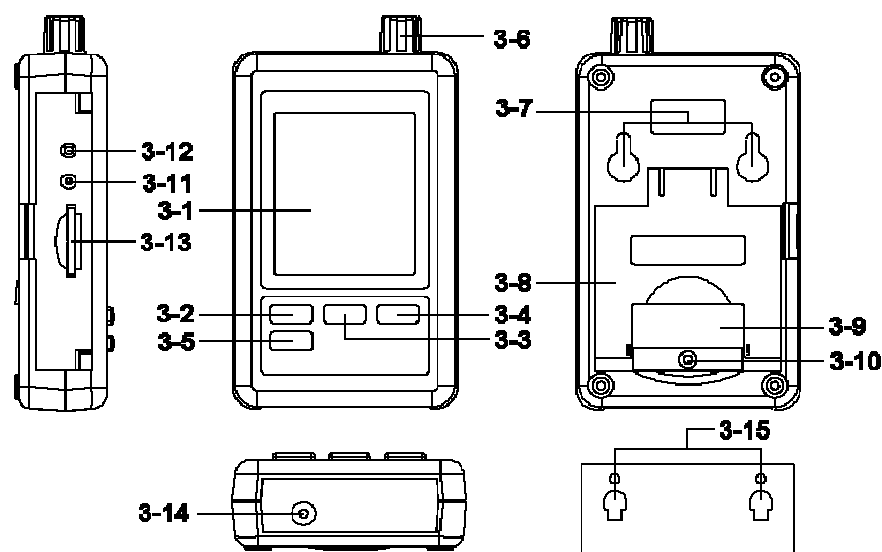

Fig.1
- * Afloje el "Tornillo de la tapa de la batería" (3-10, Fig. 1) y retire la "Tapa de la batería" (3-9, Fig. 1) del medidor.
- 2) La " Pantalla " (3-1, Fig. 1) mostrará tanto el valor de la humedad como el de la temperatura detectados por el sensor de Humedad / Temperatura (3-6, Fig. 1).
Prepare una tarjeta de memoria " SD " (de 1 GB hasta 16 GB, opcional), inserte la tarjeta SD en " la ranura de la tarjeta SD " (3-13, Fig. 1) siguiendo la dirección correcta.
Presione el " botón Logger (3-2, Fig. 1) > 2 segundos continuamente, hasta que la pantalla muestre el indicador "DATALOGGER", suelte el " Botón Logger " (3-2, Fig.1), los datos de medición con la información temporal se guardarán en el circuito de memoria.
Durante la ejecución de la función de Datalogger (la pantalla muestra el indicador " Datalogger "), presione el " Botón Logger " (3-2, Fig. 1) continuamente durante dos segundos, hasta que el indicador de la pantalla " DATALOGGER " desaparezca, suelte el " Botón Logger " y la función de Datalogger terminará.
Presione el " Botón Time " (3-3, Fig. 1) > 2 segundos continuamente, la pantalla LCD mostrará la información del Año/Mes/Fecha, Hora/Minuto/Seg y el valor de muestra.
- 1) Después de ejecutar la función Data Logger, retire la tarjeta SD de la " ranura de la tarjeta SD " (3-13, Fig. 1).
Cuando no esté en la función de Datalogger, presione el "Botón SET " (3-5, Fig. 1) continuamente durante 2 segundos para acceder al "Modo de Configuración", después suelte el " botón SET" y a continuación presione el " botón SET " (3-5, Fig. 1) una vez mientras que aparezca la secuencia de las siete funciones principales: